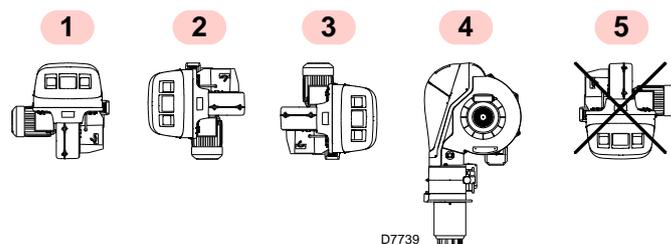

Fig. 9
- El quemador está preparado exclusivamente para funcionar en las posiciones **1, 2, 3 y 4** (Fig. 9).